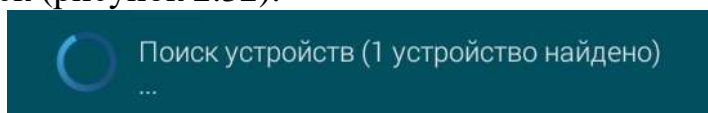

Рисунок 2.32
2.3.7.5.4 Нажать кнопку «Поиск устройств», после чего начнётся автоматический поиск (рисунок 2.32).